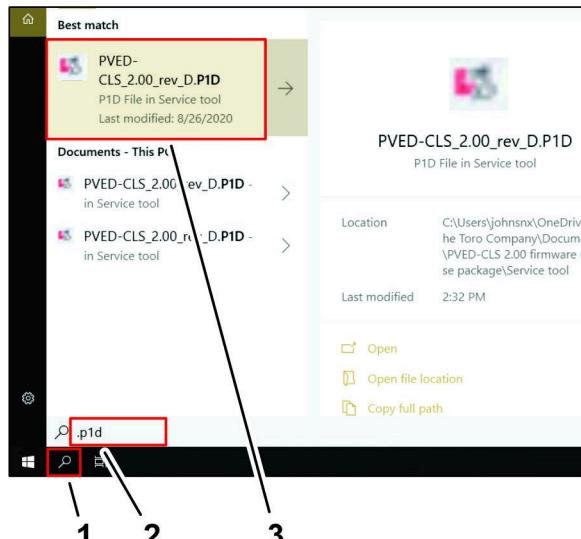

Bild 37
2. Klicken Sie in der Windows-Taskleiste auf das SUCHEN-Symbol (Bild 37).
4. Klicken Sie auf das Symbol PVED-CLS\_2.00\_rev\_D.P1D (Bild 37).